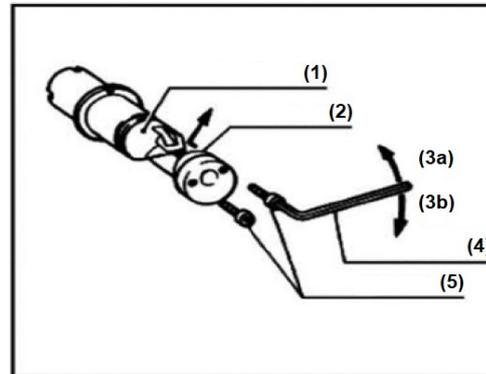

Figure 1
- Assurez-vous de remplacer l'aiguille de poinçonnage et le jeu de poinçonnage. Lors du retrait, desserrez l'écrou borgne avec la clé Allen et retirez la tige de l'outil. Utilisez ensuite une clé hexagonale pour desserrer l'écrou qui maintient la matrice en place. Retirez la matrice, puis desserrez la tige de poinçonnage et l'aiguille de poinçonnage avec une clé Allen. Retirez l'aiguille de poinçonnage de la tige (Fig. 1 et 2).